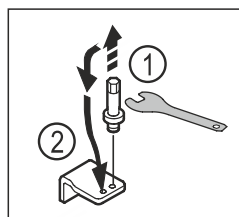

Fig. 13
- Skruva ur den undre lagerbockens bult med utvändigt sexkantsnyckel NV5. Fig. 13 (1)
- Sätt in bult på motsatta sidan. Fig. 13 (2)